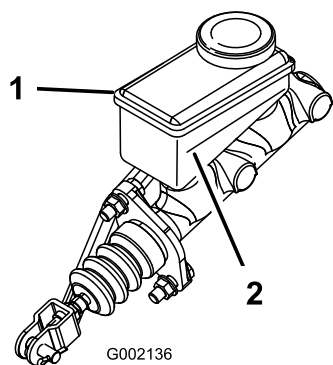

図 14
3. タンクの側面についているマークで、量を点検する 図 14。
- B. 最低ラインより上まで DOT 3 ブレーキ液を補給する 図 14。
5. ダッシュボード上部にゴム栓を取り付ける 図 14。